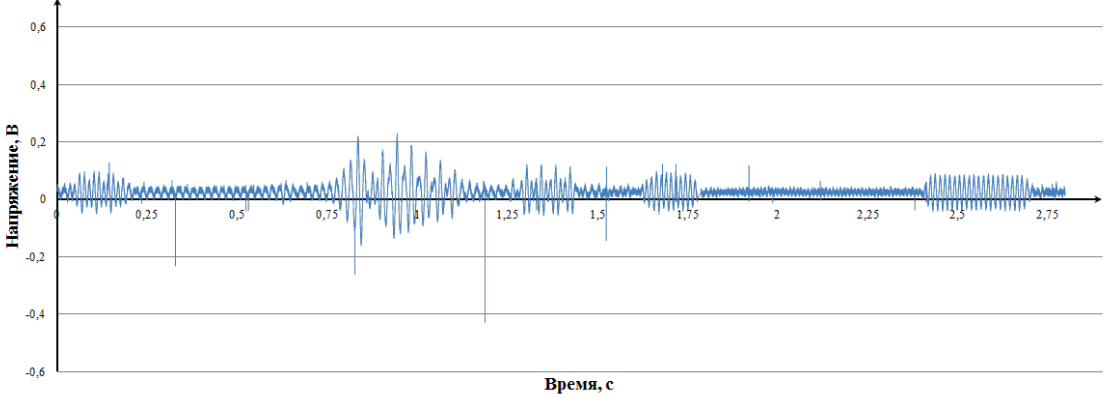

Рисунок 4 – Осциллограмма сигнала АЛСН на выходе фильтра АЛСН
5. Дана осциллограмма сигнала на выходе фильтра АЛСН (Рис. 4). Определить получаемый код и показание локомотивного светофора;